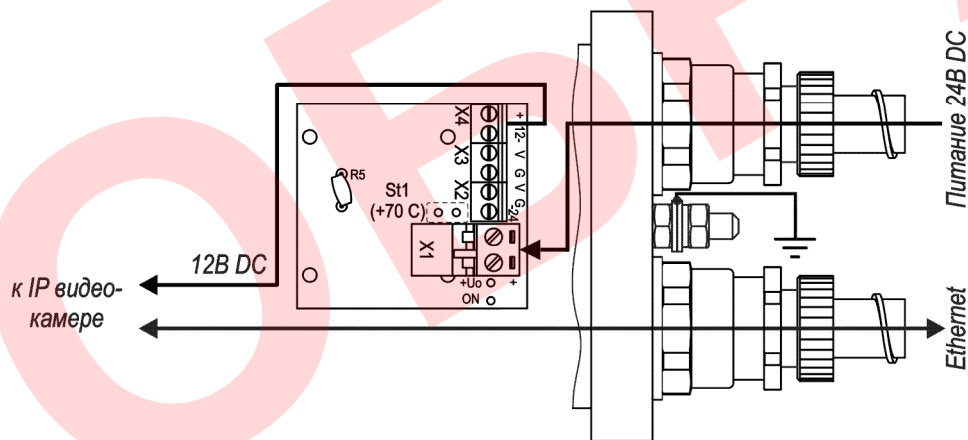

Рис.2 Подключение изделия
3. Подключить кабель Ethernet к локальной сети. Подключить кабель питания к источнику питания 24 В DC, соблюдая полярность. Монтаж и подключение блока питания и сети Ethernet произвести в соответствии с руководством по эксплуатации ИМПФ.463132.003 РЭ (п.3) и рис.2 данного паспорта.